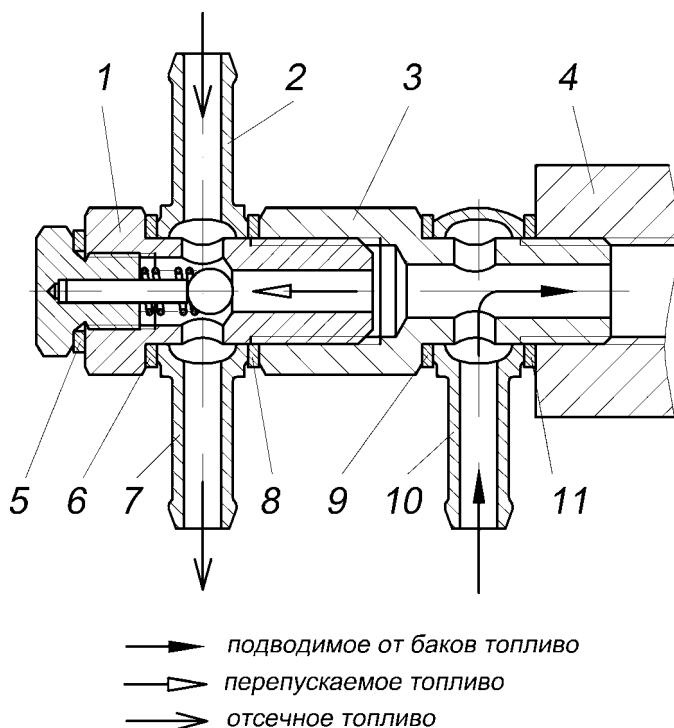

Рисунок 31 – Перепускной клапан:
**Перепускной клапан 1** (Рисунок 31) шарикового типа ввернут в штуцер 3, который установлен на фильтре тонкой очистки топлива. Перепускной клапан предназначен для перепуска избыточного топлива, подаваемого топливным электронасосом в линию слива топлива в баки. При давлении топлива 60-80 КПа (0,6-0,8 кгс/см2) перепускной клапан открывается, перепуская часть топлива из штуцера 10 подвода топлива в штуцер 7 линии слива.